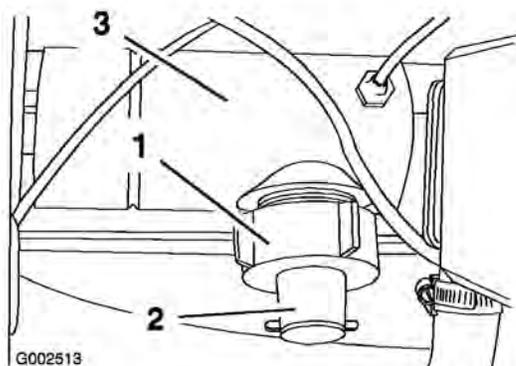

Figure 48
- Retirez le capuchon de retenue du corps du débitmètre (Figure 48).